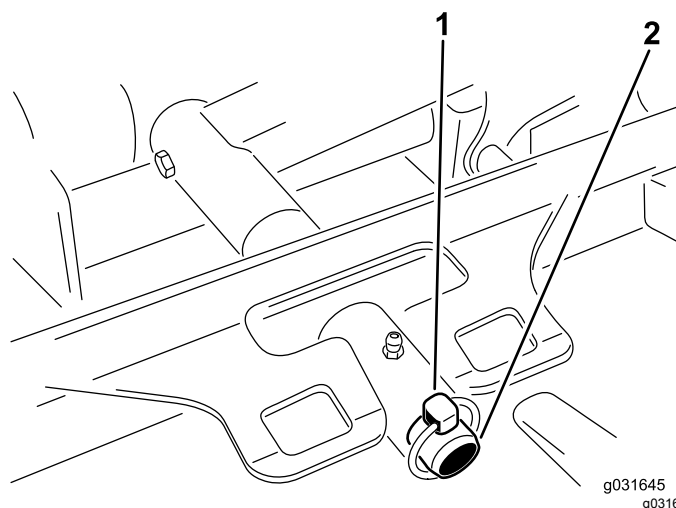

Figura 69
3. Retire el pasador de seguridad o la tuerca de retención que sujeta el bastidor de tiro de la carcasa a la barra de giro del brazo de elevación (Figura 69).
con el pasador de seguridad o la tuerca de retención (Figura 69).